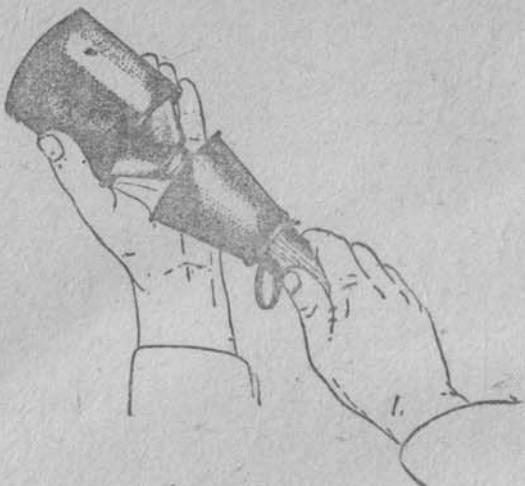

Рис. 17. Навинчивание рукоятки на корпус гранаты
4. Навинтить доотказа рукоятку на корпусе гранаты (рис. 17).